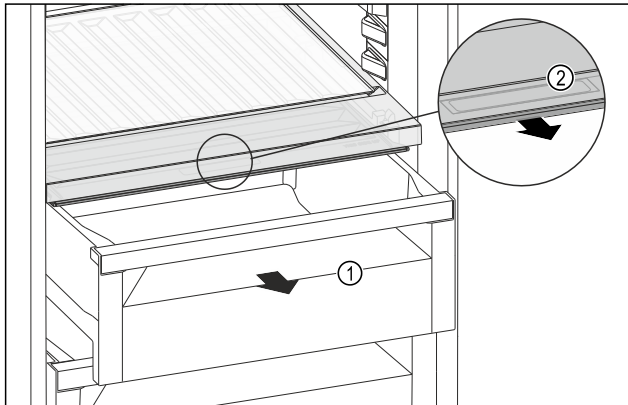

Fig. 122
- ▶ Extraer el compartimento Fig. 122 (1).
- ▶ Agarrar el tirador empotrado Fig. 122 (2) en la tapa del compartimento y tirar de la tapa del compartimento hacia delante al mismo tiempo.